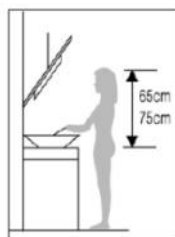

Abb. 1
3. Für eine optimale Nutzung sollte die Dunstabzugshaube mit einem Abstand von 65–75 cm über der Kochoberfläche angebracht werden (siehe Abb. 1).